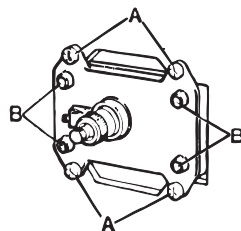

Fig. 16
- Skruva fast mekanismen med de 4 självgående skruvarna (fig. 16) och ta bort spaken.
- Montera kåpan och se till att snäppena sitter ordentligt i mekanismens fyra fästen (B fig. 16).